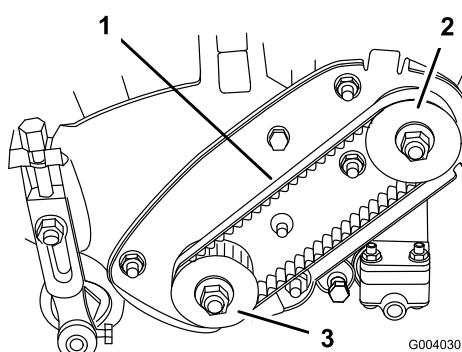

Figura 31
2. Verificate la tensione premendo sulla cinghia (Figura 31) al centro tra le puleggi, applicando una forza di $1,8 \pm 0,5$ kg. La cinghia deve flettersi di 4,8–7,9 mm. Se la flessione non è esatta, procedete alla voce seguente.